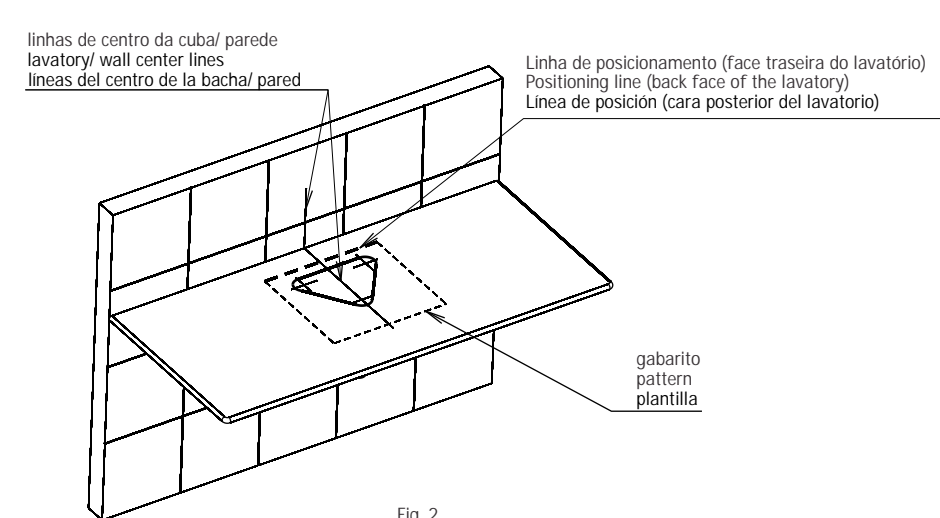

Fig. 2
- 2** Recortar o gabarito e posicioná-lo sobre o tampo e fazer coincidir sua linha de centro com a linha traçada na parede fig.2, considerando a torneira e o sifão que serão utilizados, cortar o tampo conforme o gabarito.
Cut out the pattern and place it over the countertop and align its center line with the line drawn on the wall according to fig.2, considering the tap and siphon that will be used.
Recortar el esquema y superponerlo en la tampa, haciendo coincidir la línea del centro con la línea trazada en la pared, de acuerdo con la fig.2, considerando la canilla y el sifón que será usado, cortar la tampa según el esquema.